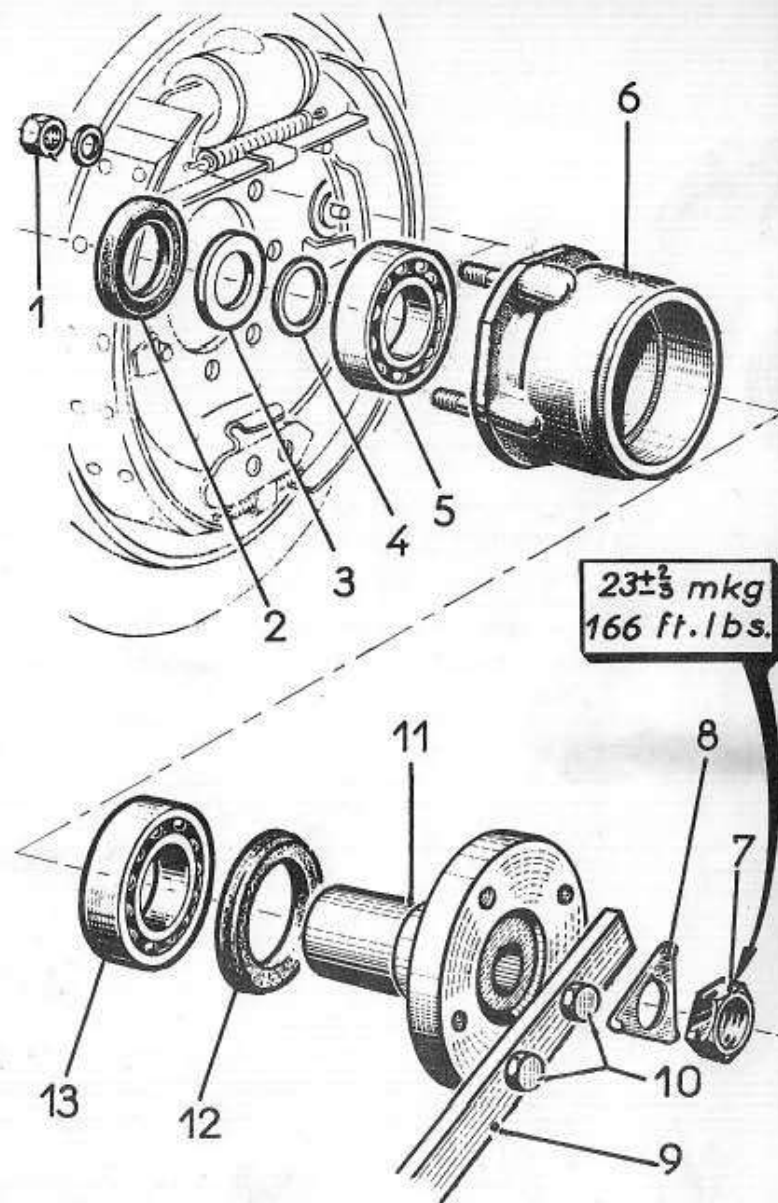

Fig. 3
304 - REGLAGE du JEU du MOYEU AVANT (y compris DEPOSE et POSE) (Fig. 3 et 4)
Poser les quatre rondelles et écrous (1 - Fig. 3). Les bloquer à $3,5 \pm 0,5$ m/kg.
- 2) Serrer dans l'étau, l'ensemble support-moyeu sur les deux vis (10 - Fig. 3) qui ont servi au déblocage de l'écrou fixant la transmission. Placer l'extracteur Wilmonda DEW (20) sur les goujons du support. Engager le grain (21) dans le trou du moyeu. Chauffer légèrement le support (6) au chalumeau, puis visser l'extracteur jusqu'à libérer totalement les roulements (5 et 13). Le roulement (13) reste fixé sur le moyeu. Laisser le grain sur l'extrémité du moyeu, puis dégager le roulement (13) avec l'extracteur Wilmonda TAX.